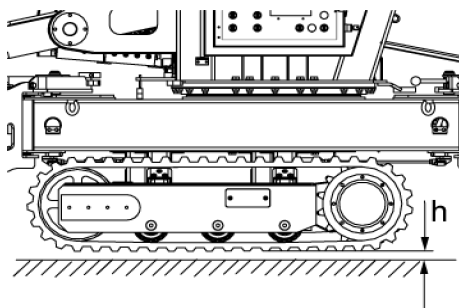

Fig. 64: Décharge du système d'entraînement à chenilles
3. → Monter la machine avec les appuis, jusqu'à ce que le système d'entraînement à chenilles soit juste déchargé (Voir la Fig. 64/h = maxi. 20 mm) (↪ Chapitre 6.5 « Mettre la machine en position de travail » à la page 70).